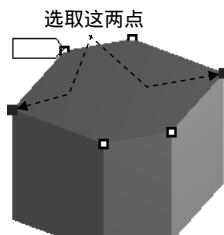

图 5.3.38 指定 side vertex
- (3) 指定 side vertex。单击以激活 Specified Sides 后的文本框，选取图 5.3.38 所示的点，单击 Apply 按钮确认。